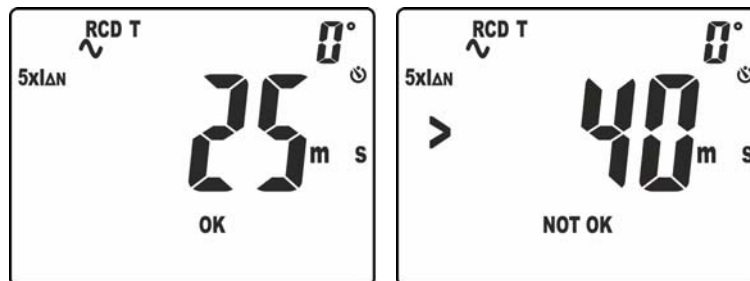

Abb. 36: Auslösezeit im manuellen Modus bei $5xI_{\Delta n}$
10. Das korrekte Ergebnis der Messung erscheint im Display (siehe Abb. 36 – linke Seite) mit Angabe "OK".
11. Das inkorrekte Ergebnis der Messung (**Auslösezeit > 40ms**) erscheint im Display (siehe Abb. 36 – rechte Seite) mit Angabe "NOT OK". Der Summer gibt einen kurzen kontinuierlichen Ton ab.
10. Das korrekte Ergebnis der Messung erscheint im Display (siehe Abb. 36 – linke Seite) mit Angabe "OK". Beachten Sie die Angabe der Auslösezeit oben auf der rechten Seite des Displays.
11. Das inkorrekte Ergebnis der Messung erscheint im Display (siehe Abb. 36 – rechte Seite) mit Angabe "NOT OK" (**Auslösestrom > 33mA**). Der Summer gibt einen kurzen kontinuierlichen Ton ab.